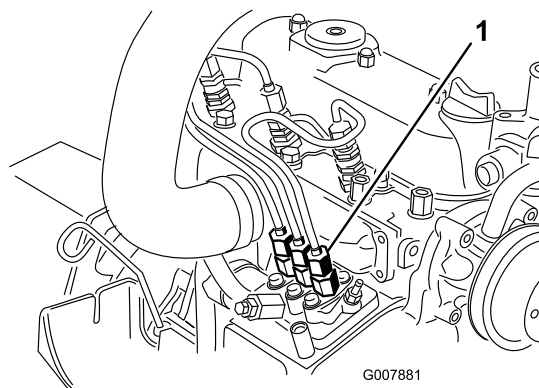

Figure 38
1. Placez un chiffon sous le raccord du tuyau allant de la pompe d'injection à l'injecteur n° 1, comme montré à la Figure 38.